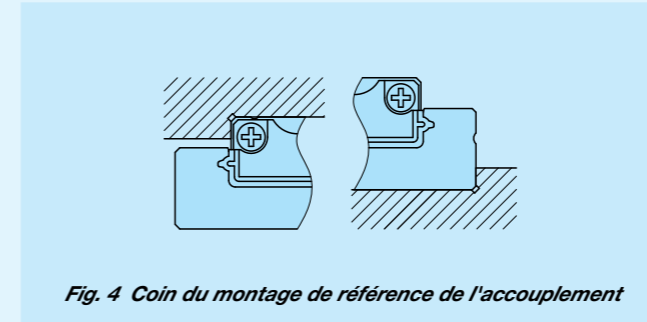

Fig. 4 Coin du montage de référence de l'accouplement
Pour le coin opposé du montage de référence de l'accouplement, nous vous recommandons de relâcher le flanc de raccordement, tel qu'indiqué à la fig. 4. La valeur recommandée pour la hauteur d'appui sur le côté d'accouplement est indiquée dans le tableau 13.
Remarque (1) Pour les dimensions 25 et 30, prévoyez un flanc de raccordement comme indiqué sur la fig. 4.